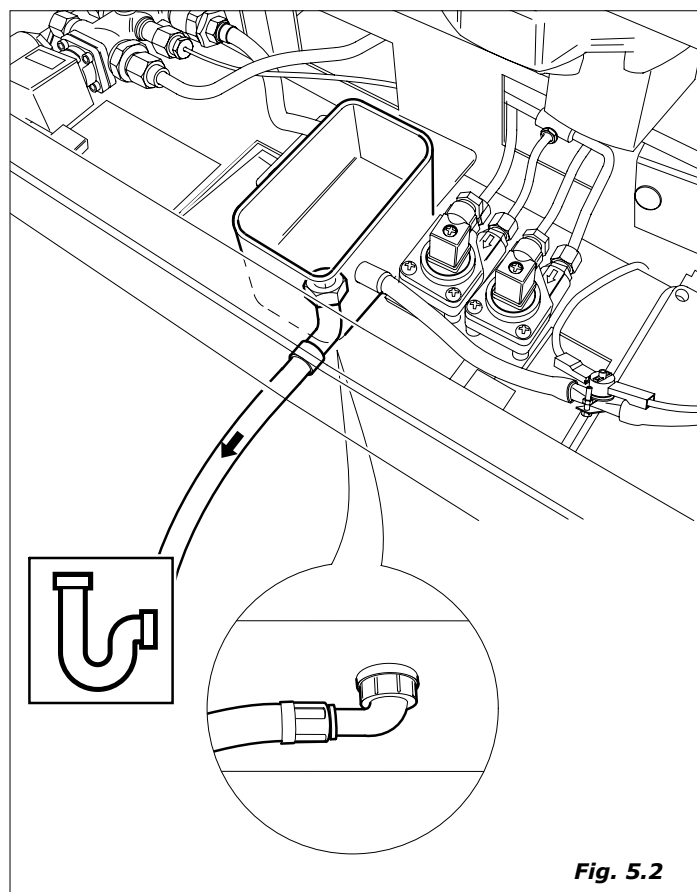
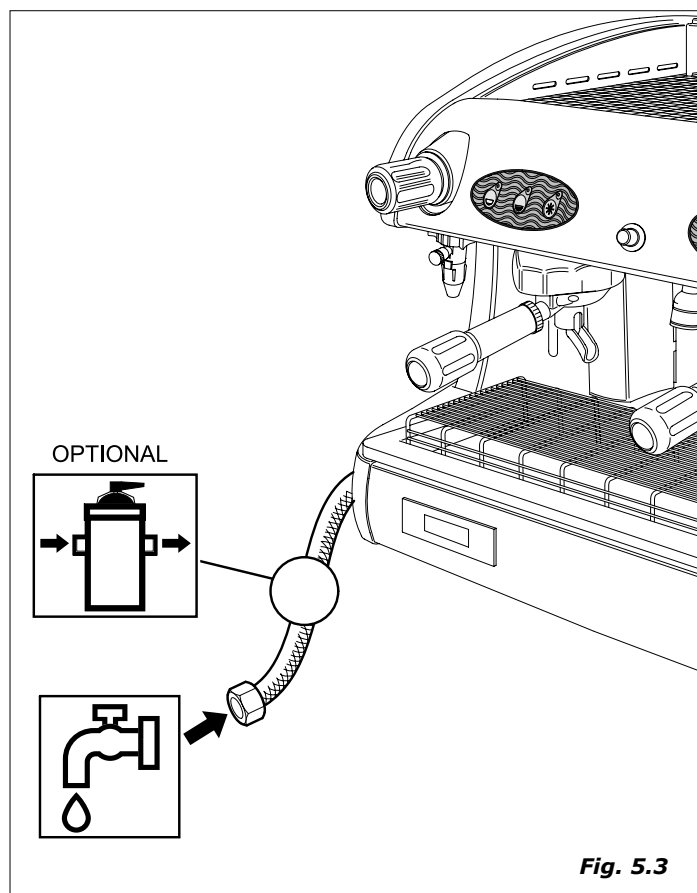

Fig. 5.2
Fig. 5.3
5.1.2 Alimentazione idrica (Fig.5.2 e Fig. 5.3)